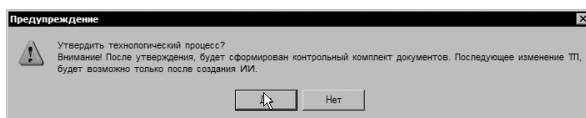

Рисунок 91
4. В открывшемся окне с предупреждением (рис. 91) нажмите кнопку **Да**.